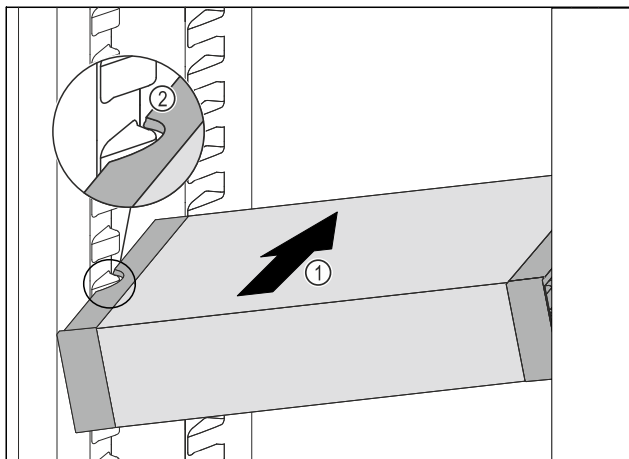

Fig. 69
- ▶ Împingeți VarioSafe oblic în frigider Fig. 69 (1), până când degajările laterale Fig. 69 (2) ale VarioSafese află la înălțimea nervurii recipientului din frigider.